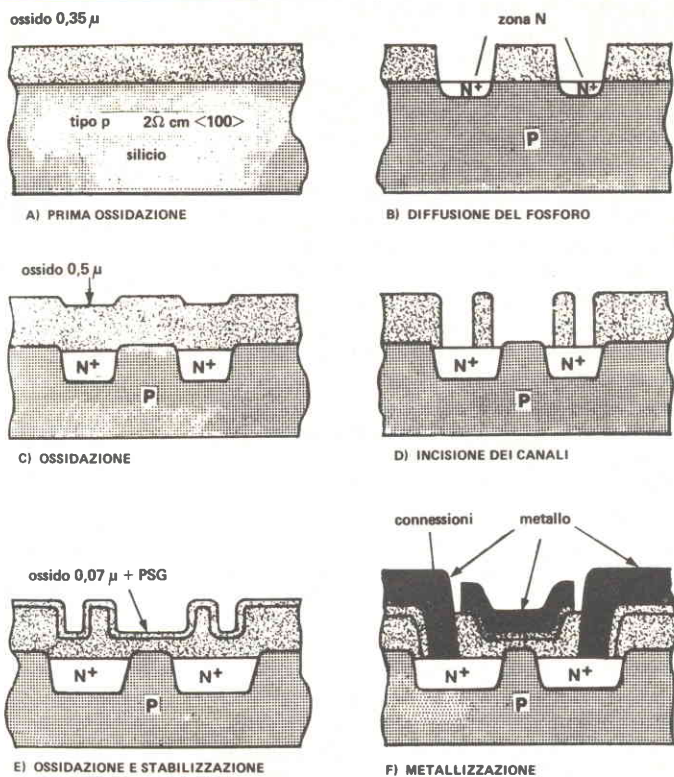

Fig. 5 - Fasi produttive di un transistor FET a canale n.
Le più importanti fasi produttive di un transistor FET di tipo *n* (fig. 5) sono le seguenti:
- il semiconduttore di tipo *p*, con resistenza specifica di $2 \Omega/\text{cm}$, viene ossidato in ossigeno a circa 1.000°C , in modo che sulla sua superficie si formi uno strato di ossido spesso $0,35$ micron (fig. 5-a);
- con procedimenti fotolitografici, in corrispondenza dei punti in cui si desidera creare sorgente e collettore, si "apre" l'ossido e si introduce fosforo (fig. 5-b);
- mediante una nuova ossidazione, lo spessore dell'ossido cresce a $0,5$ micron ed il fosforo si diffonde nel semiconduttore (fig. 5-c).
- si toglie l'ossido dalla zona del canale e dai contatti verso la sorgente ed il collettore; questa è la fase critica nella quale sulla superficie può separarsi arsenico (fig. 5-d);
- durante un'ulteriore ossidazione si fa crescere l'ossido (spesso $0,07$ micron) nella zona del canale, e successivamente si applica un sottile strato di vetro al fosforo che blocca gli ioni di potassio (fig. 5-e);
- aperti alcuni "fori" di contatto verso sorgente e collettore, si applica per evaporazione uno strato di alluminio per realizzare i contatti con il silicio, collegare tra loro gli elementi circuitali e formare l'elettrodo di comando; infine l'intero circuito viene ricoperto con uno strato di quarzo per proteggerlo dalle influenze ambientali (fig. 5-f).